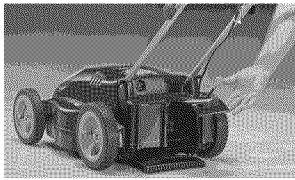

Figura 9 - Protección de descarga
2. Levante la protección de descarga abisagrada que está en la parte de atrás de la podadora (vea la Figura 9).